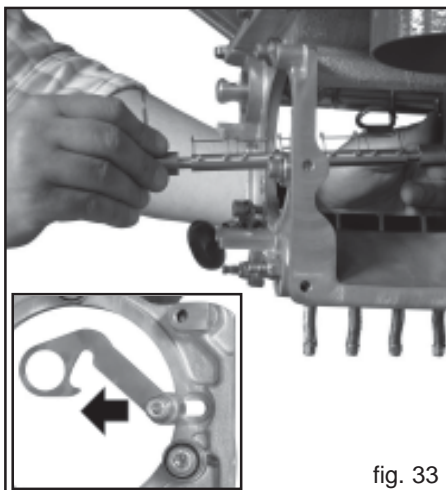

fig. 33
- 4) Extraer el árbol de los elementos elásticos de los asientos (Fig. 33).